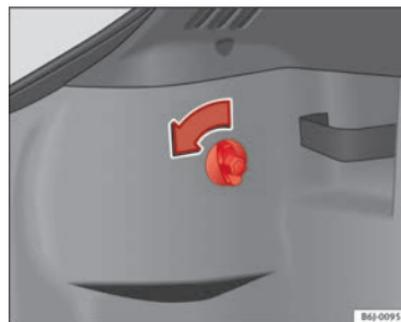

Fig. 152 Accès aux pilotes arrière
- Tournez la vis dans le sens de la flèche à la main ou avec un tournevis ⇒ fig. 152.
- Retirer le connecteur du logement (A) ⇒ fig. 152.